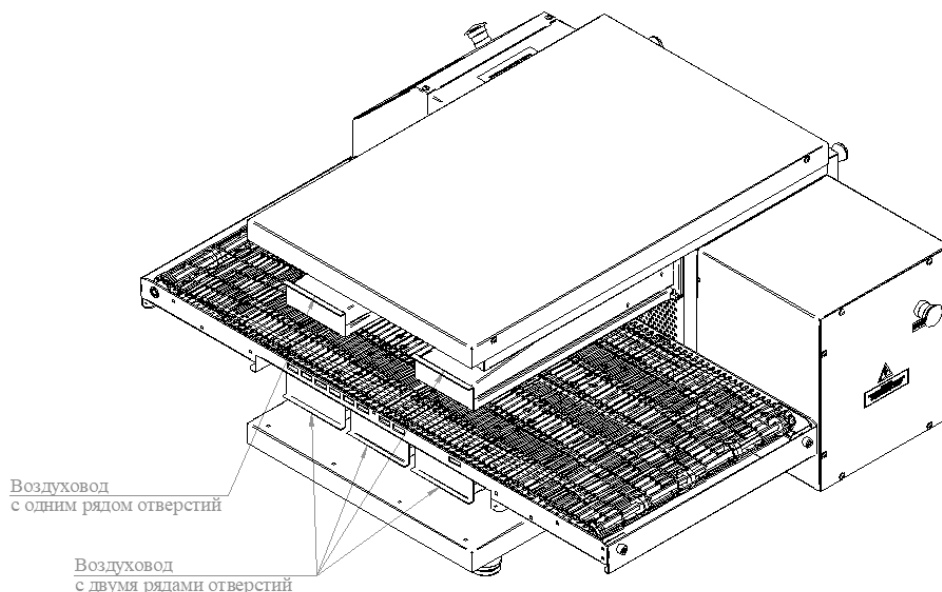

Рис. 13
6. Установить все снятые элементы в обратной последовательности. Заводская схема установки воздуховодов указана на Рис. 13.